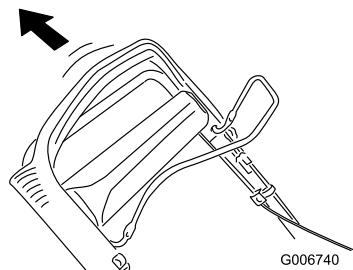

Рисунок 27
- До отказа вытяните назад верхнюю часть рукоятки (Рисунок 27).